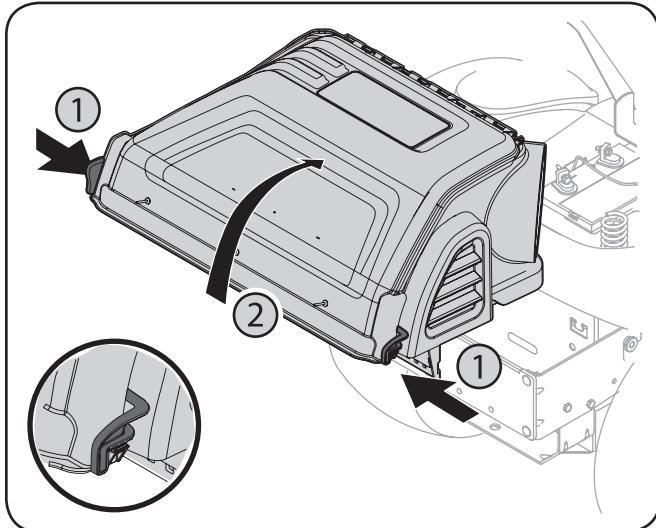

Figura 1
1. Abra el capó del colector de césped oprimiendo la lengüeta posterior derecha con la mano derecha, como se ve en 1 de la Figura 1, y levantando la cubierta con la mano izquierda en el centro de la parte posterior de la cubierta de la embolsadora, 2.